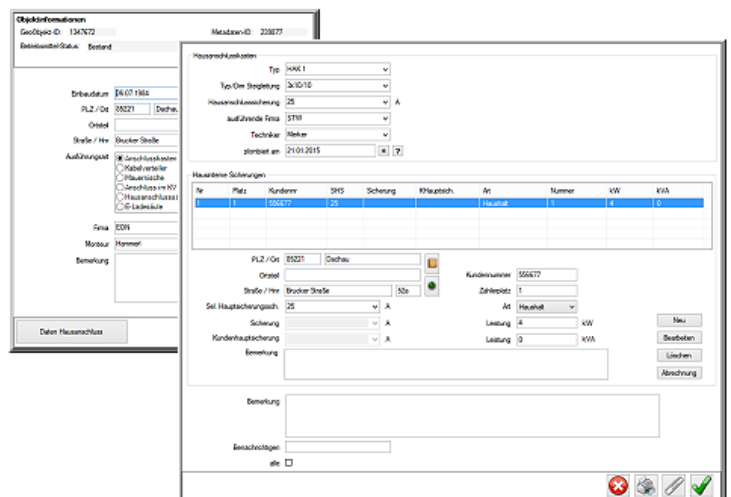

Abb. 11 Sachdatendialog
Die Betriebsmittel werden in s.g. Fachschalen (FS) verwaltet. Eine Übersicht der verfügbaren FS mit den zugehörigen Betriebsmitteln finden Sie im Flyer „Fachschalen und Module“. Die zeichnerische Erfassung erfolgt mit Hilfe der zuvor genannten Funktionen. Eine Besonderheit dieses Betriebsmittelinformationssystems ist, dass beim Zeichnen auch die Z-Koordinate miterfasst werden kann. Außerdem wurden für die FS LWL einige Funktionen an deren Besonderheiten angepasst bzw. zusätzlich geschaffen. Zum Abschluss der Betriebsmittelerfassung erscheint in jedem Fall ein betriebsmittelspezifischer Sachdatendialog. Diese können unterschiedlich komplex sein und bspw. bei Hausanschlüssen (s. Abb. 11) über einen zweiten Dialog verfügen, mit dessen Hilfe Zähler und Kundendaten erfasst werden können. Außerdem besteht die Möglichkeit, den Dialog zu drucken und verschiedene zu diesem Betriebsmittel gehörende Informationen (Bilder, Schreiben etc.) an dieses anzuhängen. Dabei können die Dateien direkt in der Datenbank oder als s.g. Verweis gespeichert werden.